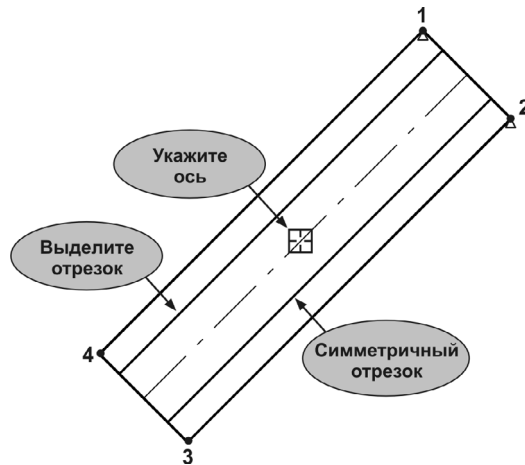

Рис. 62.40.
- 11.3. Чтобы завершить построение отверстия трубы, выделите отрезок (рис. 62.40) и нажмите кнопку **Симметрия** на панели **Редактирование**.